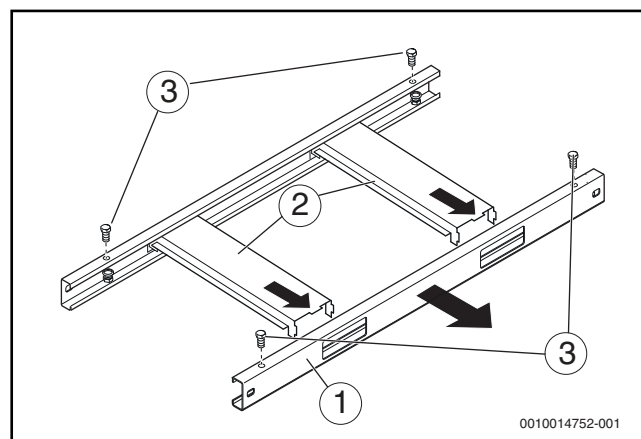

Рис. 7 Демонтаж опорной рамы
Для уменьшения габаритной высоты можно демонтировать продольные и поперечные балки опорной рамы (→ рис. 7, [1], стр. 13).
- ▶ Отверните винты (→ рис. 7, [3], стр. 13).